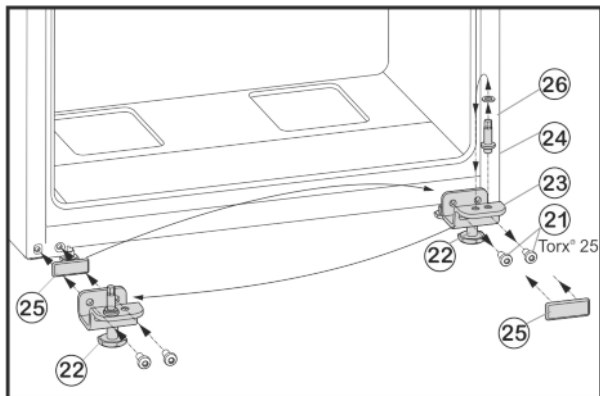

Fig. 6
- ▶ Открутите крепежные винты Fig. 6 (21).
- ▶ Снимите нижний опорный кронштейн Fig. 6 (23) вместе с опорным пальцем Fig. 6 (24), шайбой Fig. 6 (26) и регулируемой опорой Fig. 6 (22).
- ▶ Открутите опорный палец Fig. 6 (24) вместе с шайбой Fig. 6 (26) и, переставив в отверстие на противоположной стороне опорного кронштейна, снова прикрутите.
- ▶ Аккуратно снимите защитную пластину Fig. 6 (25) и переставьте ее на противоположную сторону.
- ▶ Прикрутите нижний опорный кронштейн Fig. 6 (23) вместе с опорным пальцем Fig. 6 (24), шайбой Fig. 6 (26) и регулируемой опорой Fig. 6 (22) с новой стороны шарнира (**с моментом 4 Нм**), при необходимости используйте аккумуляторный шуруповерт.
- ▶ Установите нижнюю дверцу сверху на опорный палец Fig. 6 (24).
- ▶ Выверните регулирующую опору Fig. 6 (22) на нижнем опорном кронштейне Fig. 6 (23) до ее соприкосновения с полом.